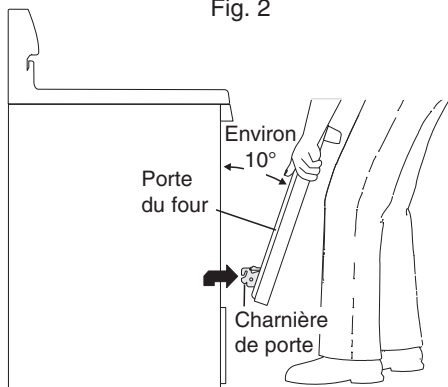

Fig. 3
3. Tenez fermement les deux côtés de la porte du four (n'utilisez pas la poignée de la porte, fig. 3).
1. Tenez fermement les deux côtés de la porte du four (n'utilisez pas la poignée de la porte, fig. 3).